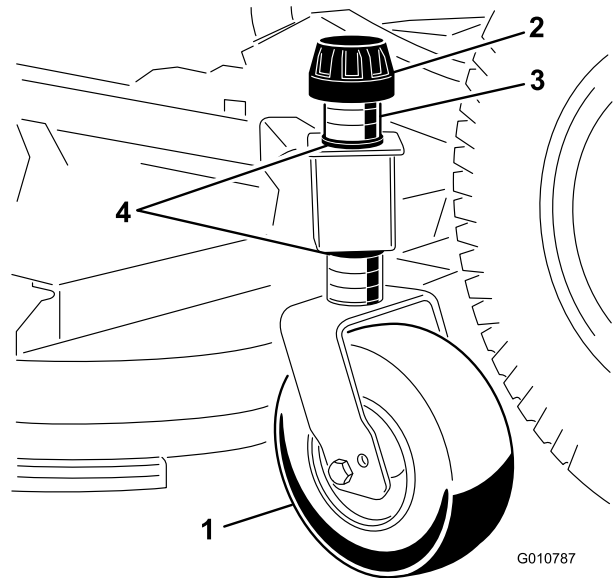

Figura 9
1. Retire o parafuso de tensionamento que fixa a roda guia aos suportes da unidade de corte (Figura 9).